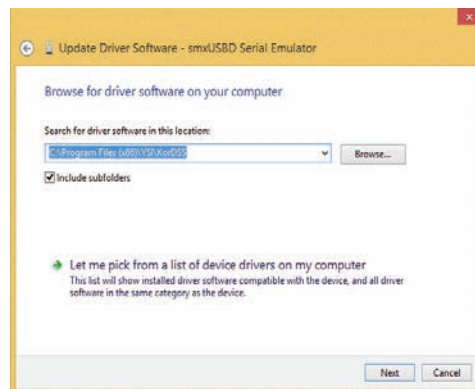

Figure 83 Emplacement du pilote sous Windows 8/8.1
11. Cliquez sur **Parcourir**, puis naviguez jusqu'à l'emplacement du fichier : **C:\Program Files (x86)\YSI\KorDSS** sur les systèmes 64 bits ou **C:\Program Files\YSI\KorDSS** sur les systèmes 32 bits (Figure 83). Cliquez sur **Suivant**.